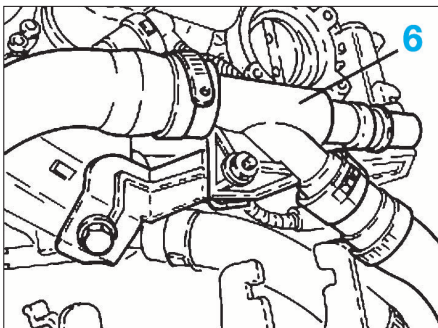

FIG. 5
- Déplacer sur le côté le raccord à trois voies (6) (Fig.5).